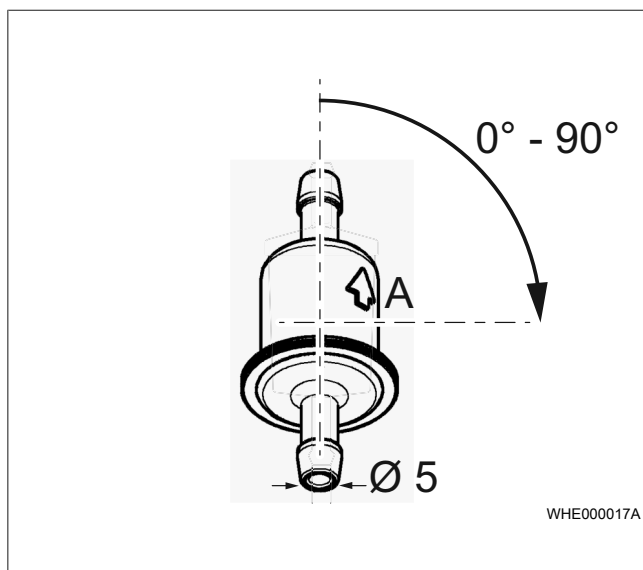

Abb. 14 Zulässige Einbaulage Kraftstofffilter
- Korrekte Einbaulage sicherstellen. Dabei auf Durchflussrichtung des Kraftstoffs (Pfeilrichtung) in Abb. 14 achten.